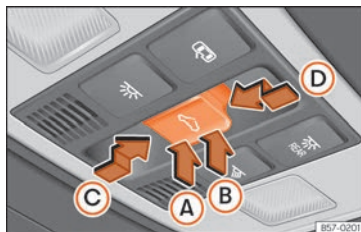

Abb. 86 Im Dachhimmel: Taste des Glasdachs.
Die Taste Abb. 86 hat zwei Stufen. In der ersten Stufe kann das Glasdach ausgestellt sowie ganz oder teilweise geöffnet oder geschlossen werden.
- *Glasdach*: 5 Sekunden ab der Aktivierung des Einklemmschutzes verstreichen, drücken Sie die Taste **↵** »» **Abb. 86** bis zur zweiten Stufe in Pfeilrichtung »» **Abb. 86** **Ⓚ** bis das Dach vollständig schließt.